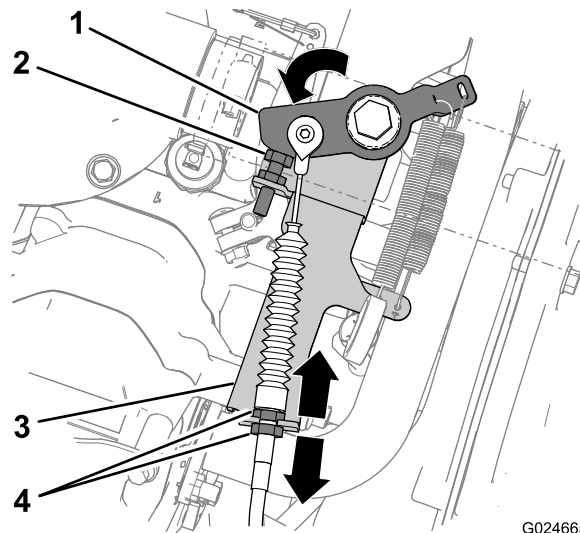

Figura 42
- Allentate il controdado interno del cavo dell'acceleratore e serrate il controdado esterno per ridurre lo spazio (Figura 42).
- Allentate il controdado esterno del cavo dell'acceleratore e serrate il controdado interno per aumentare lo spazio (Figura 42).
4. Accertatevi che i controdadi del cavo dell'acceleratore siano serrati (Figura 42).